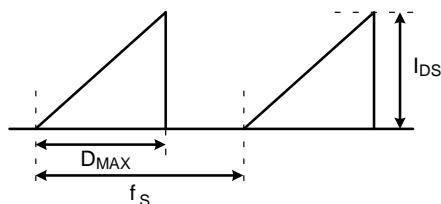

图 4. 重复峰值开关电流
4. 假定感性负载时重复峰值开关电流：受最大占空比 ($D_{MAX} = 0.73$) 和结温的限制 (参见图 4)。